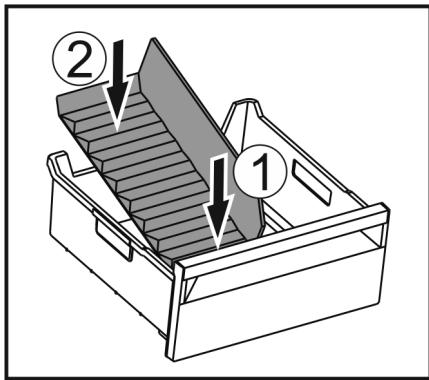

Fig. 146
- Vložte prednú časť oddelovača zásuvky na ľad. Fig. 146 (1)
- Spusťte zadnú časť oddelovača zásuvky na ľad až na dno zásuvky. Fig. 146 (2)